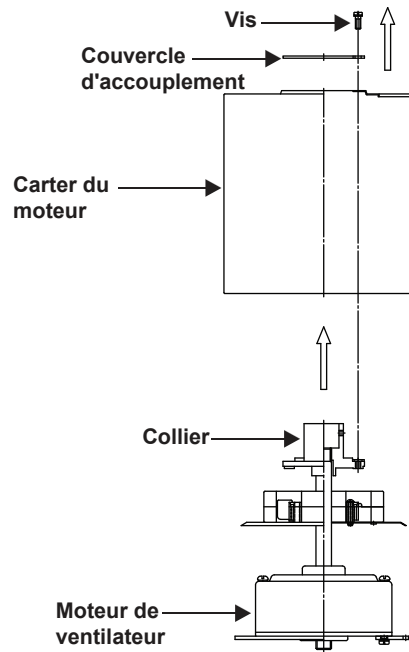

Figure 5
1. Retirez le couvercle d'accouplement et le carter du ventilateur du moteur du ventilateur en retirant les deux vis du bord du couvercle d'accouplement. (Fig. 5)